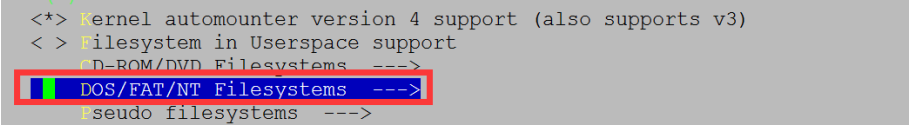

图 7-55 文件系统选项
(2) 敲回车后，继续选择能支持 ntfs 文件系统类型的选项。如图 7-55 所示：